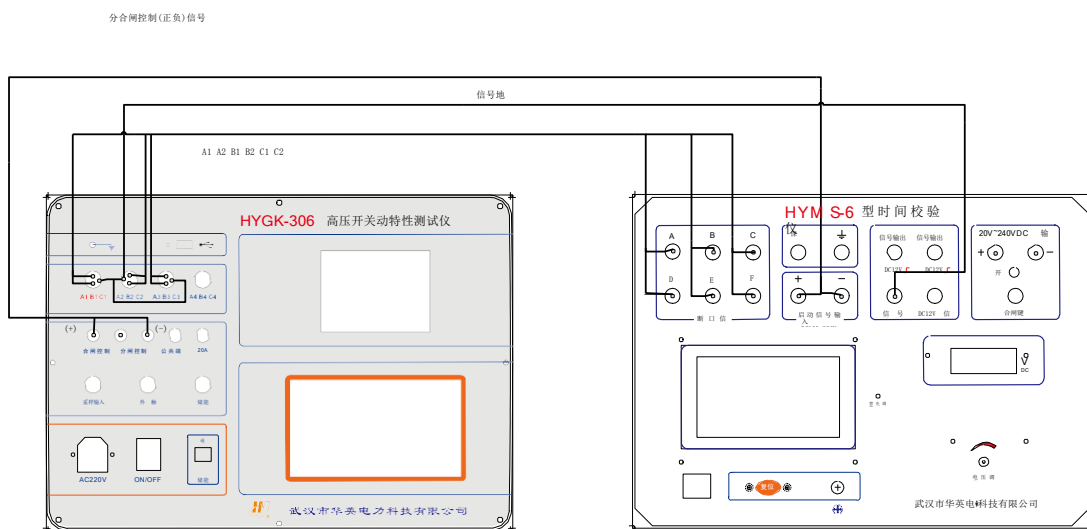

图2 自带操作电源测试接线
3. 自带操作电源状态下高压开关测试仪接线图：（如图2）
- 3.1 按图 2 接好线，再开启两台仪器的电源，选择“高压开关时间校验”，根据需要选择项目，以合闸为例，其他项目操作相同。